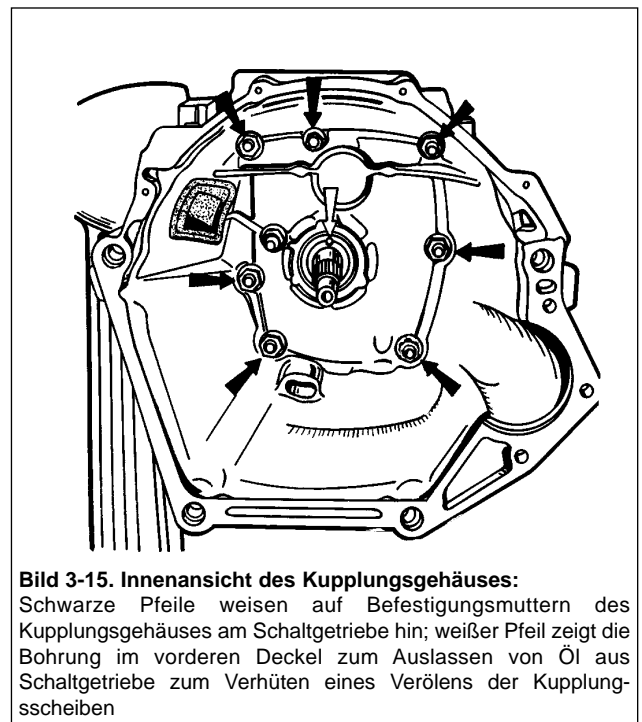

Bild 3-15. Innenansicht des Kupplungsgehäuses:
Das Kupplungsgehäuse mit der Dichtung und vorderem Deckel des Schaltgetriebes zusammen mit der Dichtung und Federscheibe (Bild 3-15) abnehmen.
- Beim Einbau des Kupplungsgehäuses mit dem vorderen Deckel des Schaltgetriebes soll die Öffnung im vorderen Deckel so liegen, wie in Bild 3-15 gezeigt ist,
Den Zustand des vorderen Deckels kontrollieren und sich vergewissern, daß dieser beim Umlauf der Kupplungswelle nicht berührt wird. Ist eine Unflucht von Welle und Deckel festgestellt, die beschädigten Teile ersetzen. Prüfen, ob die Ölablaßöffnung im Deckel verstopft ist (in Bild 3-15 mit Pfeil gezeigt.) Die Ab­laßschraube reinigen.